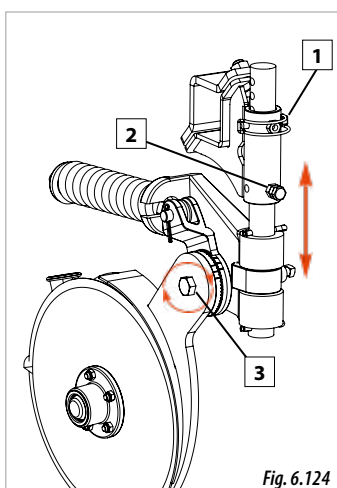

Fig. 6.124
- 1- Retirez la goupille (1, Fig. 6.124).
- 2- Desserrez la vis (2, Fig. 6.124).
- 4- Enflez la goupille dans l'alvéole pour fixer la position (1, Fig. 6.124).
- 5- Pour terminer, bloquez la tige avec la vis et le contre-écrou (2, Fig. 6.124).
- 1- Desserrez la vis de fixation des disques (3, Fig. 6.124).
- 3- Serrez l'écrou de fixation (3, Fig. 6.124).